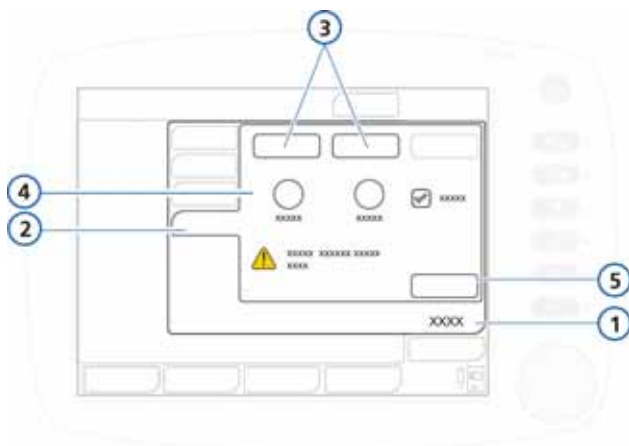

Рисунок 4-9. Элементы управления TRC для ЭТ- и трахеостомической трубок
2. Чтобы установить настройки компенсации для эндотрахеальной трубки, нажмите кнопку **«ЭТ-Трубка»** (рис. 4-9).
3. Установите значение в мм для параметра **«ВД трубки»** и значение в процентах для параметра **«Компенсация»** (рис. 4-9).